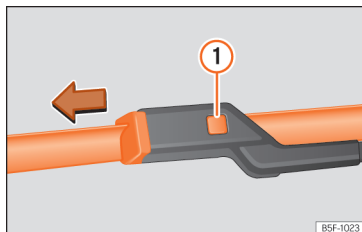

Abb. 209 Scheibenwischerblätter vorne auswechseln.
- Die Entriegelungstaste >>> **(Abb. 209)** ① gedrückt halten und gleichzeitig das Scheibenwischerblatt vorsichtig in Pfeilrichtung abziehen.